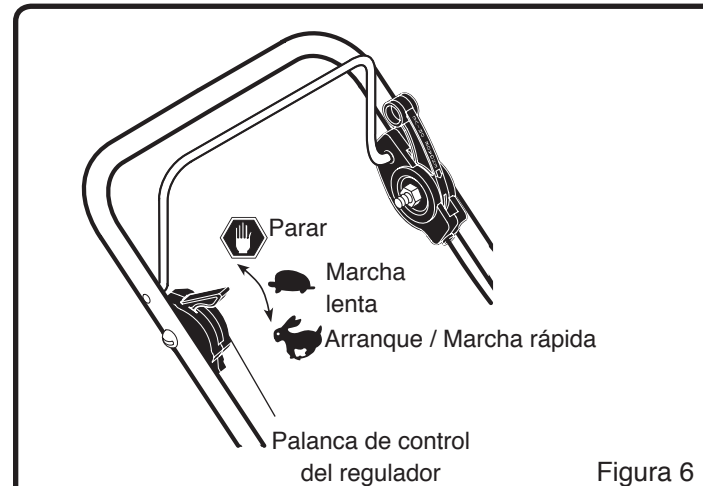

Figura 6
2. Empujar la palanca del regulador en la posición de avance. (Véase la figura 6)
Mover la palanca del regulador hacia atrás completamente hasta la posición PARAR. (Véase la figura 6).